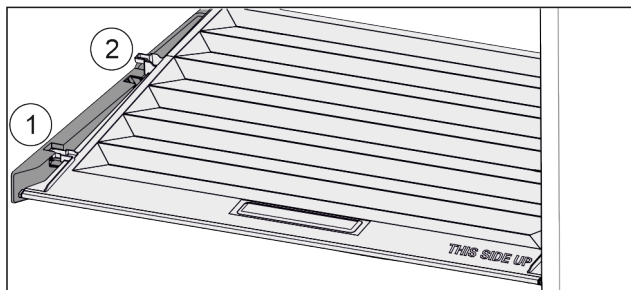

Fig. 74
- ▶ Vytáhněte víko dopředu až k otvoru v přídržných dílech Fig. 74 (1).
- ▶ Vzadu zespuďte nadzvedněte a vyjměte směrem nahoru Fig. 74 (2).